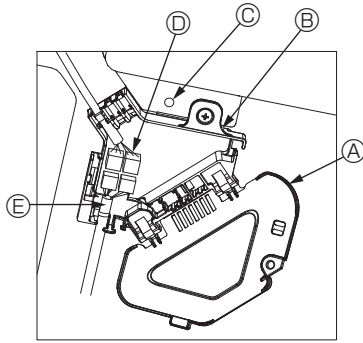

Fig. 5-9
- ① Konektör kutusu kapağını tespit eden bir vidayı çıkarın, şemada görüldüğü gibi ok ile gösterilen yönde kapağı kaydırın ve daha sonra kapağı açın.
- ② Konektör kutusunda, ızgaranın kanatçık motoru için bağlantı kablosunu ve kanatçık motoru için kabloyu belirleyin ve daha sonra kabloları bağlayın. (Fig. 5-9) İki adet kanatçık motor konektörü bulunur: bir mavi konektör ve bir turuncu konektör. Bunları bağlarken renklerin eşleştiğinden emin olun.